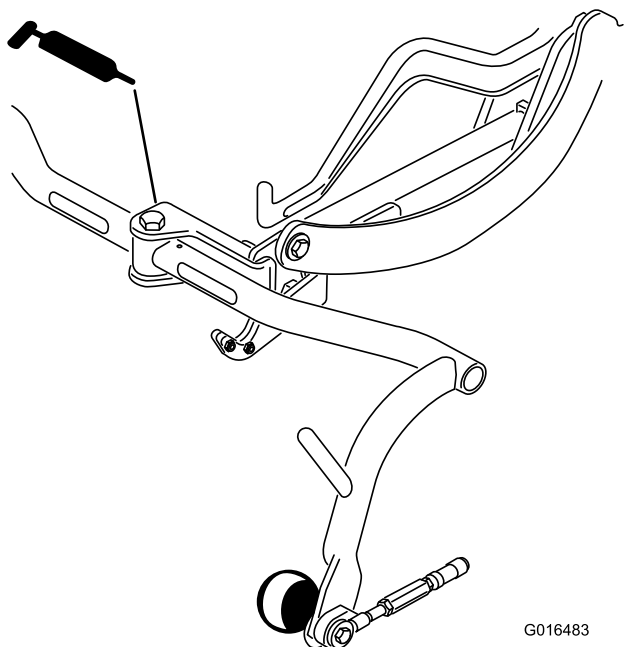

Figura 32
- Perno del telaio portante (3) (Figura 32)